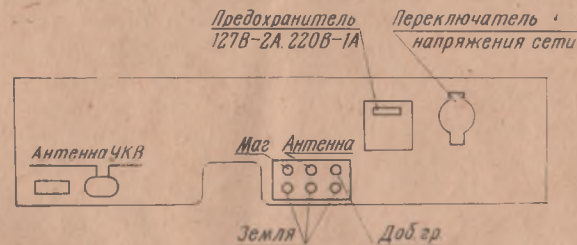

Рис. 2.
- б) подключите антенну к соответствующему гнезду радиолы согласно надписи на задней стенке (рис. 2).